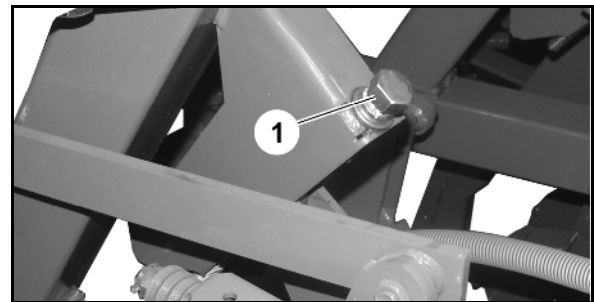

Fig. 84
Die Rechenscheibe besteht aus drei Skalen: einer äußeren weißen Skala (Fig. 84/1) für alle Ausbringmengen über 30 kg/ha und einer inneren weißen Skala (Fig. 84/2) für alle Ausbringmengen unter 30 kg/ha. Auf der mittleren, farbigen Skala (Fig. 84/3) sind die Getriebestellungen von 1 bis 100 angegeben.
2. Die Ausbringmenge **125 kg/ha** (Fig. 84/A) und die Getriebestellung **50** (Fig. 84/B) auf der Rechenscheibe übereinander stellen.
3. Lesen Sie nun auf der Rechenscheibe die Getriebestellung für die gewünschte Ausbringmenge von **175 kg/ha** ab (Fig. 84/C). In unserem Beispiel ist das die Getriebestellung **70** (Fig. 84/D).